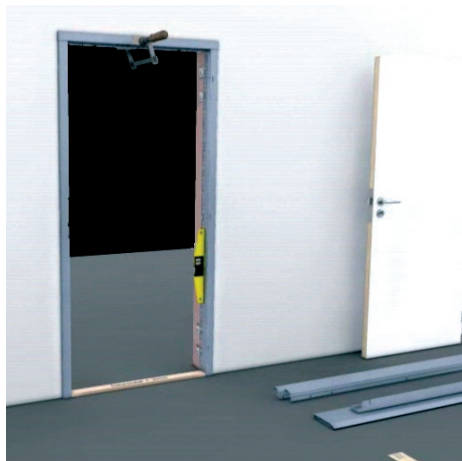

figure 1
- Mettez l'huisserie (côté paumelles) dans la baie de la porte (figure 1).